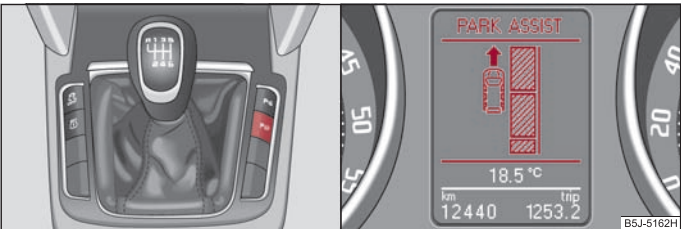

Fig. 133 Activar la indicación del asistente de aparcamiento en la pantalla informativa / pantalla informativa: Encontrar una plaza de aparcamiento adecuada
- Pulse la tecla ⇒ fig. 133.
- Pase a una velocidad máx. de 30 km/h y con una distancia de entre 0,5 y 1,5 m a lo largo de la fila de aparcamiento ⇒ fig. 133.